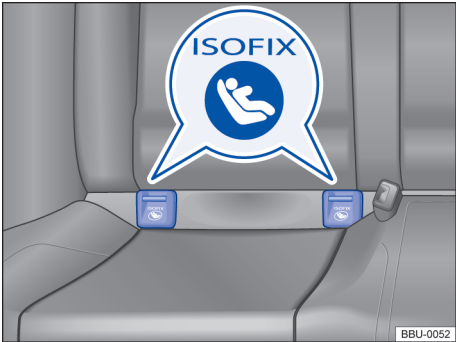

Fig. 48 Identificação dos pontos de ancoragem ISO-FIX para cadeiras de criança.
- A localização dos pontos de ancoragem ISOFIX vem indicada com um símbolo → Fig. 48.